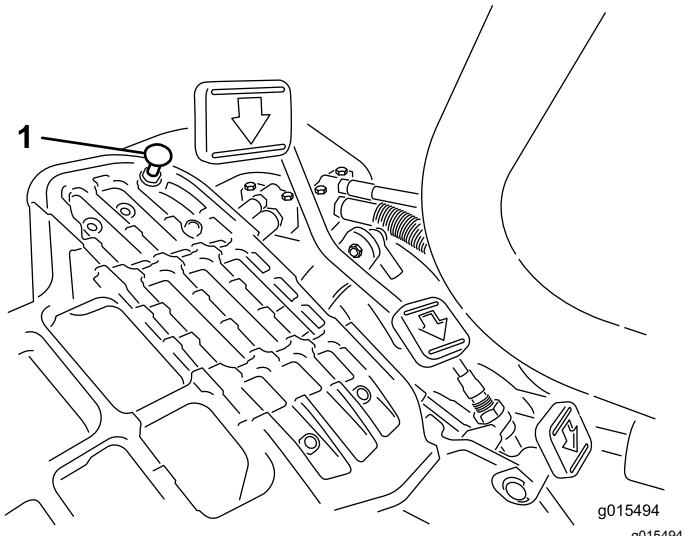

図 33
モードレバーを移動走行位置にセットし、ペダルを一杯に踏み込めば最高速度となります。ケーブルに張力が掛かる前にペダルがストップ図33に当たる場合には調整が必要です。
- モードレバーを移動走行位置にセットし、ペダルストップを固定しているロックナットをゆるめる図33。